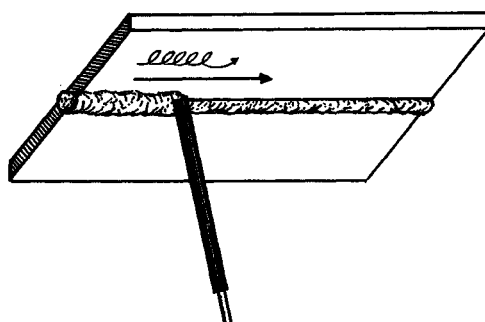

Figura 2.110
a) Incline el electrodo y avance oscilándolo según figura 2.110.